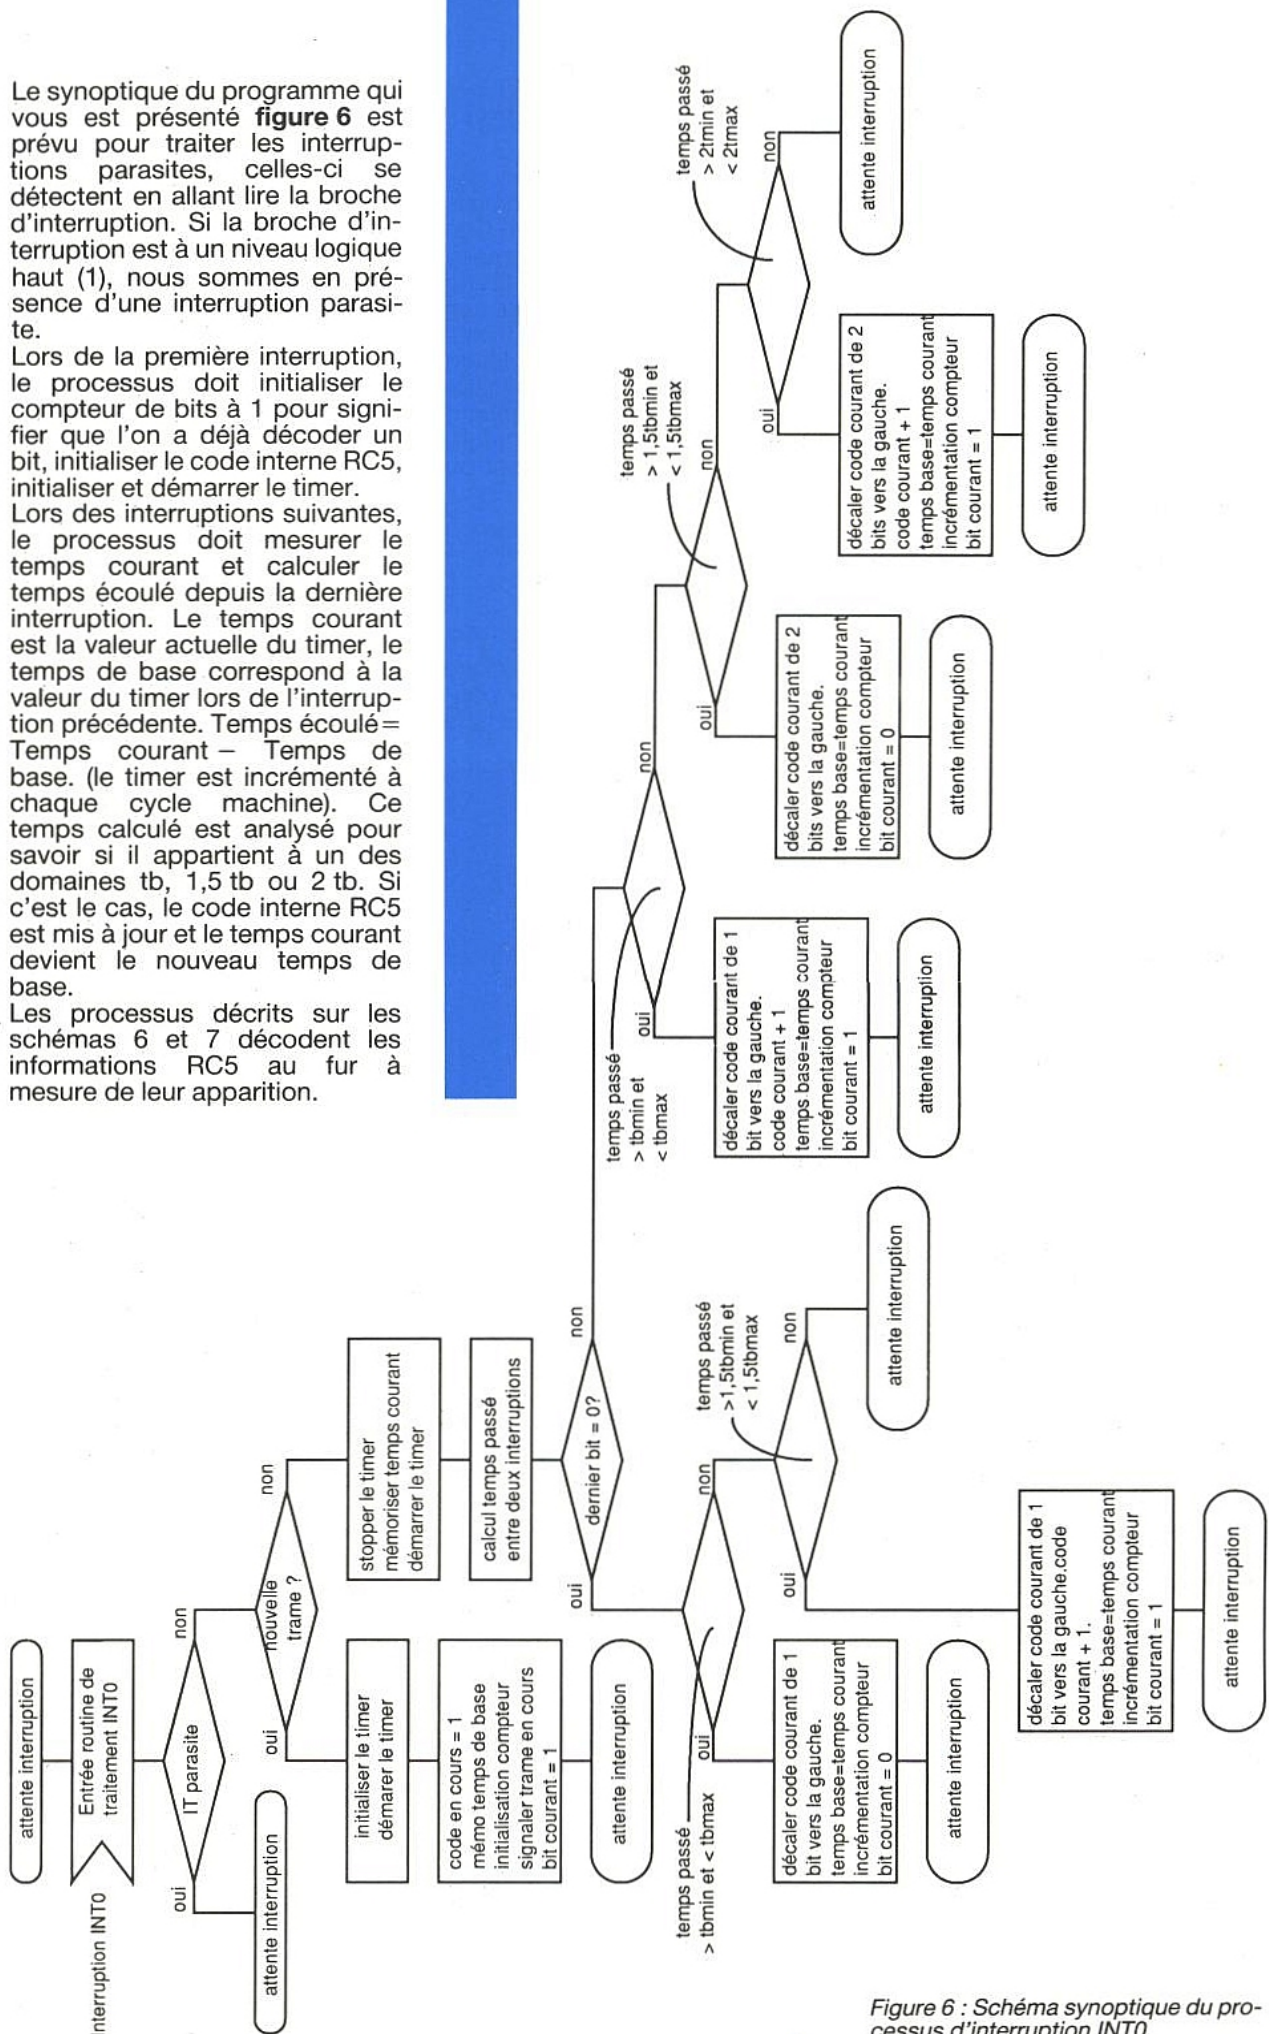

Figure 6 : Schéma synoptique du processus d'interruption INTO.
Les **figures 6** et **7** (synoptiques du programme) reprennent toutes les informations que nous avons données dans la phase d'analyse d'une trame RC5. Les temps entre deux interruptions sont, nous l'avons déjà dit, 1 ; 1,5 ou 2 fois le temps d'un bit RC5. Le temps d'un bit peut varier dans des proportions de $\pm 25\%$, il faut donc fixer des domaines disjoints dans lesquels ces temps (1tb, 1,5 tb et 2 tb) pourront évoluer.
Le synoptique du programme qui vous est présenté **figure 6** est prévu pour traiter les interruptions parasites, celles-ci se détectent en allant lire la broche d'interruption. Si la broche d'interruption est à un niveau logique haut (1), nous sommes en présence d'une interruption parasite.